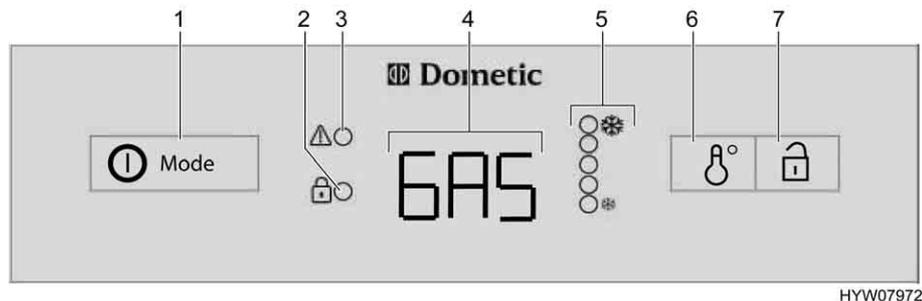

Bild 161 Bedienelemente für den Kühlschrank (Dometic 8er-Reihe mit AES)
Bei Störungen blinkt die Anzeige-LED Störung "⚠" (Bild 161,3).
Wenn Automatikbetrieb gewählt, **keine** 230-V-Versorgung angeschlossen und der Fahrzeugmotor **ausgeschaltet** ist, wählt das AES die Gasversorgung. Beim Anwählen des Gasbetriebs wird die Zündsicherung automatisch geöffnet, so dass Gas zum Brenner strömen kann. Gleichzeitig wird der elektronische Zünder eingeschaltet. Erlischt die Gasflamme, z. B. durch einen Luftzug, wird der Zünder sofort aktiviert und zündet das Gas wieder an. Bei Störung im Gasbetrieb blinkt in der Betriebsanzeige (Bild 161,4) der Text "GAS".
Nach dem Einschalten wählt der Kühlschrank automatisch die mittlere Thermostateinstellung. Diese Einstellung kann manuell mit dem Schalter für die Temperatureinstellung (Bild 161,6) nachgeregelt werden. Die Anzeige-LEDs (Bild 161,5) zeigen die gewählte Thermostateinstellung an. Mit dem Schalter wird die Kühltemperatur für alle drei Energiearten eingestellt. Es dauert einige Stunden, bis der Kühlschrank die normale Betriebstemperatur erreicht hat. Beim Umschalten der Betriebsart wird die Thermostateinstellung beibehalten. Die Kühltemperatur wird unabhängig von der Energieart beibehalten.
- Den Einschalter/Energie-Wahlschalter (Bild 161,1) 2 Sekunden lang drücken, um das Gerät einzuschalten. Die zuletzt gewählte Betriebsart wird in der Betriebsanzeige (Bild 161,4) angezeigt.
- Mit dem Einschalter/Energie-Wahlschalter (Bild 161,1) die Energieart wählen.
- Die Kühltemperatur am Schalter für Temperatureinstellung (Bild 161,6) einstellen. Die Anzeige-LEDs (Bild 161,5) zeigen die gewählte Thermostat-Einstellung.
- Den Einschalter/Energie-Wahlschalter (Bild 161,1) 2 Sekunden lang drücken. Alle Anzeigen erlöschen.